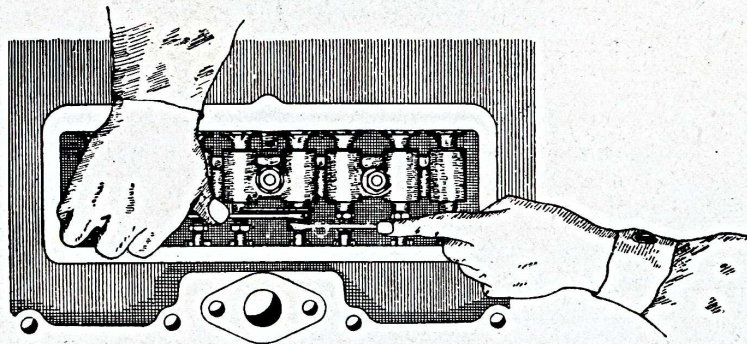

Fig 5.
b) *Réglage des soupapes.* — Le jeu entre poussoirs et queues de soupapes doit être de 0,25 mm., le réglage s'obtient en procédant comme l'indique la Fig. 5.